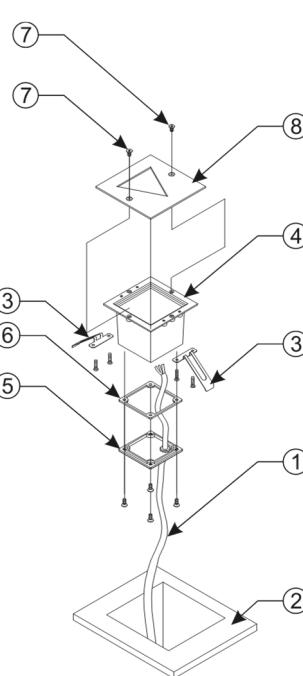
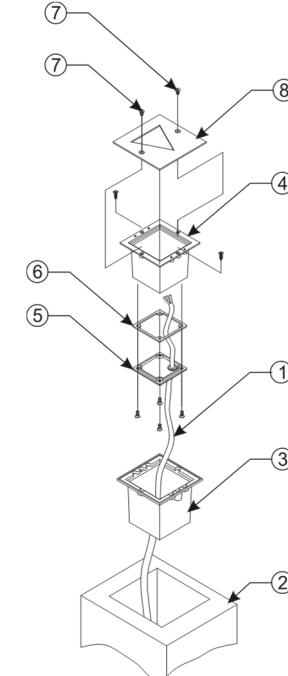

РИС. 1. Монтаж светильника
РИС. 2. Монтаж светильника
5.2. Монтаж светильника с установочным коробом – Способ №2 (РИС.2)
- a) Перед установкой светильника убедитесь в отсутствии напряжения на питающем кабеле (1);
- b) Подготовьте проем (вырез) в вертикальной монтажной поверхности (2) под установочный короб (3);
- c) Вмонтируйте и закрепите установочный короб (3) в подготовленном проеме, предварительно выведя внешний питающий кабель (1) сквозь установочный короб наружу. Убедитесь в надежном закреплении установочного короба;
- d) Отсоедините заднюю крышку (5) светильника, вывернув крепежные винты.
Внимание! Светильник может быть установлен двумя способами, в зависимости от комплектации, места установки и типа монтажной поверхности (см. РИС.1, РИС.2):
5.1. Монтаж светильника без установочного короба – Способ №1 (РИС.1)
- Подготовьте проем (вырез) в вертикальной монтажной поверхности (2) под установку светильника. Оптимальная толщина монтажной поверхности: 15-30 мм;
- С помощью винтов прикрепите фиксирующие клипсы (3) к корпусу светильника (4);
- Отсоедините заднюю крышку (5) светильника, вывернув крепежные винты.
- Внимание! В случае, если светильник имеет собственный входной питающий кабель, заднюю крышку (5) отсоединять не нужно. Переходите к п.г);**
- Протяните внешний питающий кабель (1) сквозь уплотнительное кольцо в задней крышке(5) и уплотняющую прокладку (6);
- Подсоедините внешний питающий кабель (1) к соответствующим входным клеммам (проводам) светильника. Заземлите светильник. **При использовании светильника во влажном помещении (а также в неотапливаемых закрытых помещениях), обеспечьте надежную специализированную влагозащиту соединений питающих проводов во избежание поражения электрическим током и выхода изделия из строя. Использование изоленты НЕ обеспечивает надежной долговременной влагозащиты соединений;**
- Прикрепите винтами заднюю крышку (5) с уплотняющей прокладкой (6) к корпусу светильника (4). Не допускайте перекоса при установке уплотняющей прокладки (6);
- Прижмите фиксирующие клипсы (3) к корпусу светильника и аккуратно вставьте светильник в подготовленный проем, не допуская пережатия кабеля корпусом или какими-либо элементами светильника. Убедитесь, что фиксирующие клипсы надежнодерживают светильник "в распор";
- Затяните винты лицевой панели светильника (7), входящим к комплект Г-образным ключом;